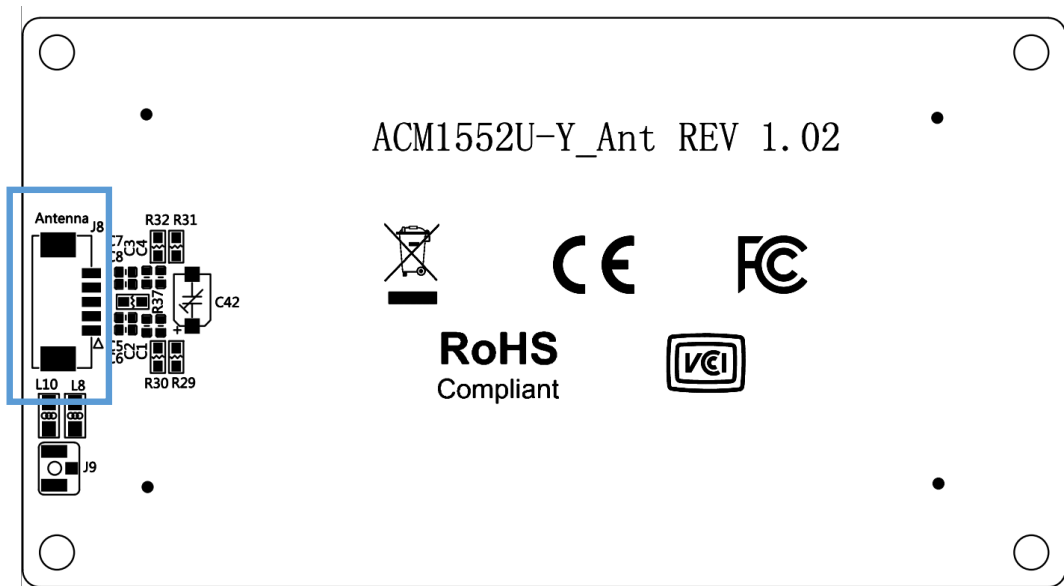

图 2: ACM1552U-Y 的天线板
| 图 2: ACM1552U-Y 的天线板 | 5 |
2. 将天线连接线与 ACM1552U-Y 天线板的 **J8** 连接在一起。（参考图 2）。